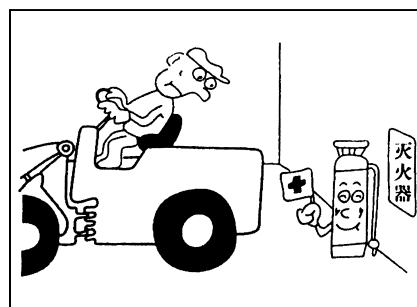

Рис. 1-72
- Если необходимо применить погрузчик в замкнутом месте, то прежде всего следует предусмотреть огнетушитель, и знать их место расположения и метод применения (рис. 1-72).